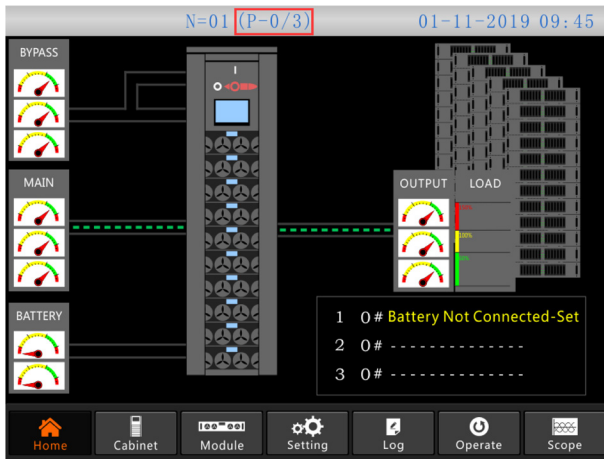

Fig. 73. Pantalla de inicio del sistema paralelo.
- b. Si se trata de 3 SAI en paralelo: el primero (P-0/3), el segundo (P-1/3) y el tercero (P-2/3), tal como muestra la Fig. 73.